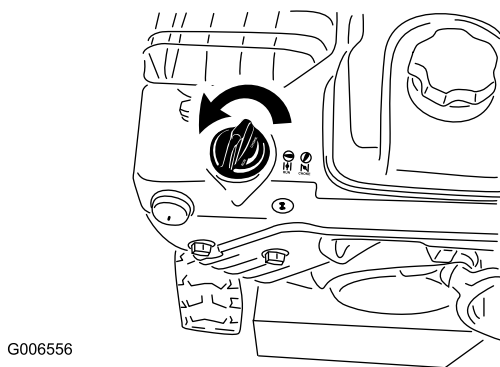

Figure 28
5. Tournez la commande de starter à la position Starter (Figure 28).